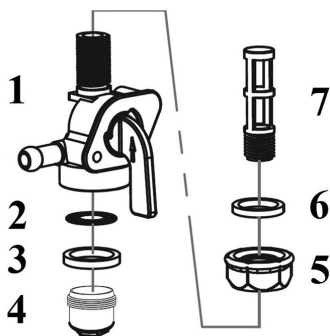

Рис. 17 Устройство топливного крана
Устройство топливного крана показано на Рис. 17.
2. Открутите контргайку 5 на 1-2 оборота (Рис. 17).
5. Извлеките из корпуса топливного крана 1 уплотнительное кольцо 3 и сетчатый фильтр 2 (Рис. 17).
6. Выкрутите из корпуса топливного крана сетчатый фильтр 7 (Рис. 17).